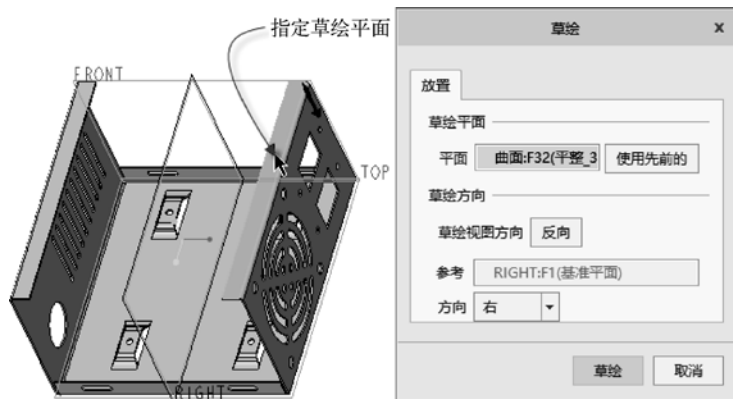

图 6-110 选择草绘平面
(1) 单击 (拉伸) 按钮, 打开“拉伸”选项卡, 暂时接受默认的按钮设置。
(2) 在“拉伸”选项卡中打开“放置”面板, 单击该面板上的“定义”按钮, 弹出“草绘”对话框, 接着选择图 6-110 所示的壁面作为草绘平面, 选择 RIGHT 基准平面作为草绘方向参考, 并从“方向”下拉列表框中选择“右”选项, 然后单击“草绘”对话框中的“草绘”按钮, 进入内部草绘器。